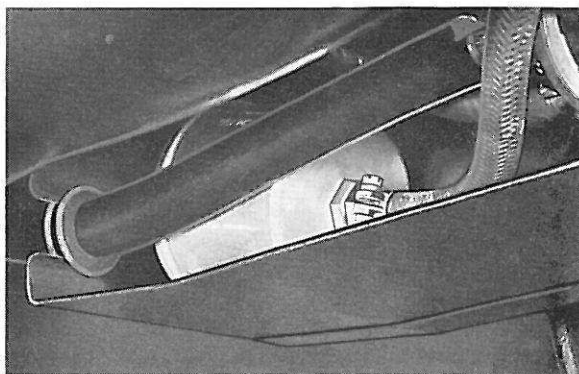

Figure 2—14. Filtre à carburant, 140
déhors par le conduit de retour (R) figure 2—17 (I) en suivant la gorge hélicoïdale du piston du clapet anti-retour. Cette gorge n'est pas suffisamment grande pour laisser passer toute la quantité de carburant que la pompe peut débiter. Par contre, après l'échappement de l'air, le piston revient en arrière sur son siège, alors que s'ouvre le canal vers le conduit de refoulement (D), figure 2—17 (II). Lorsque la pompe est fermée et que la pression baisse, le piston est repoussé vers l'avant et ferme le canal par le conduit de refoulement (R) au moment où la pression atteint 1,2 kg/cm² (même position qu'en cours de purge d'air). Si, pour une raison ou une autre, la pression dépasse 4,5 kg/cm² environ en cours de marche normale (régulateur de pression défectueux, conduits de carburant bouchés etc.), le grand ressort sera comprimé, le piston ouvrira le passage et le carburant sera envoyé dans le conduit de retour (R), figure 2—17 (III).